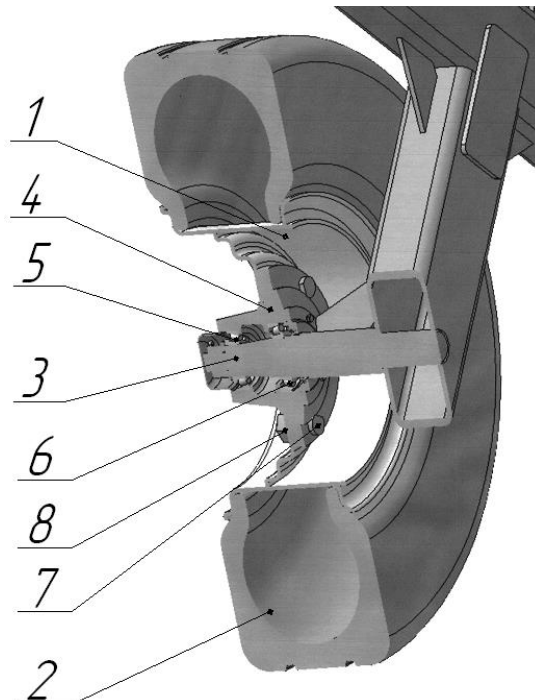

Рис. 4 Опорное колесо
4.5 Опорные колеса (рис.4) предназначены для перемещения катка в транспортном положении. Опорное колесо катка состоит из диска 1, шины 2. Соединение диска колеса с осью 3 рамы осуществляется через ступицу 4, в которой расположены два подшипника 5 и 6. Крепление ступицы с диском осуществляется болтами 7 с гайками 8.